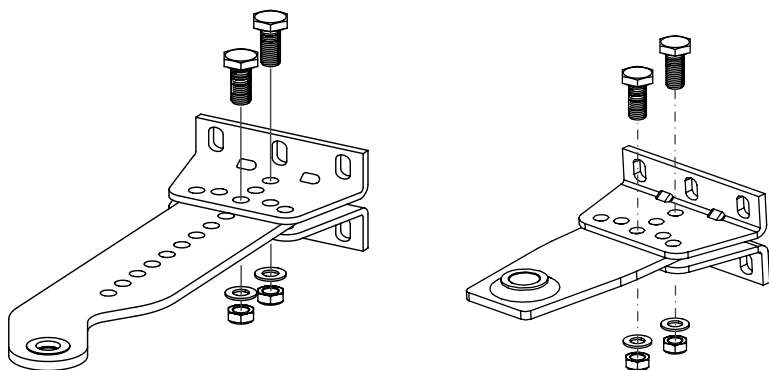

Рисунок 8. Сборка крепления заднего, переднего
- определив монтажные размеры **A** и **B** и место размещения заднего крепления на столбе, выберите вариант сборки заднего крепления (таб. 6, рис. 8). При необходимости кронштейн заднего крепления подрежьте до нужного размера. В случаях если длины кронштейна не достаточно, **используйте подручные материалы для удлинения заднего крепления.**